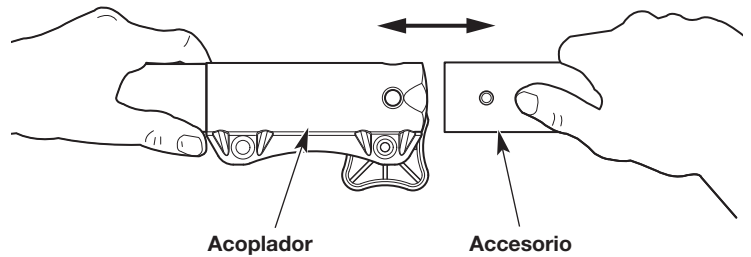
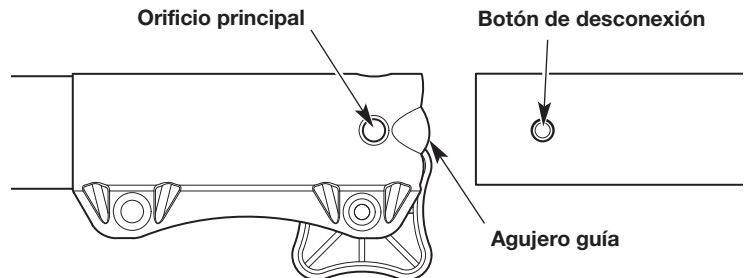

Fig. 7
Fig. 9
4. Alinee el botón de liberación con el embutimiento de la guía (Fig. 9).
5. Presione el accesorio directamente dentro del acoplador (Fig. 7) hasta que el botón de liberación encaje a presión firmemente del orificio principal (Fig. 9).
3. Oprima y mantenga apretado el botón de liberación (Fig. 9).
4. Tire del accesorio directamente hacia fuera del acoplador (Fig. 7).